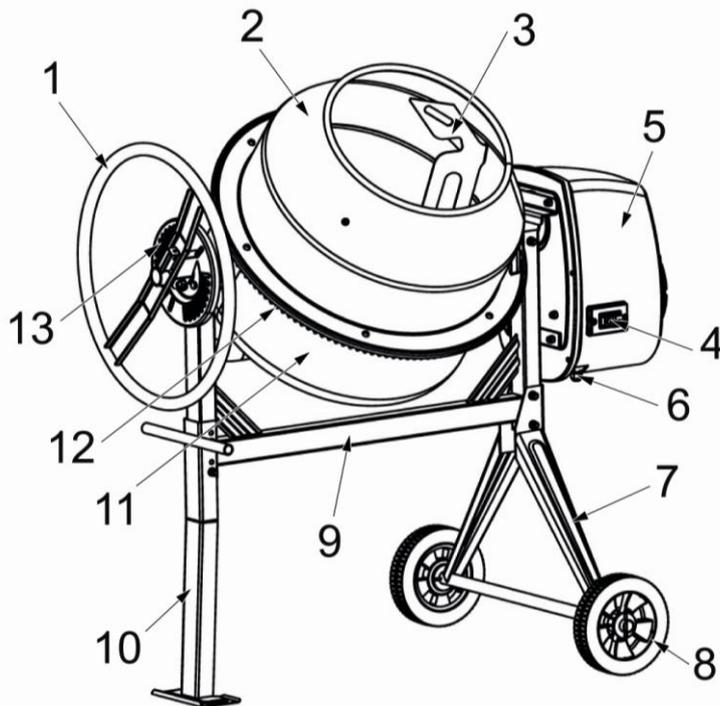
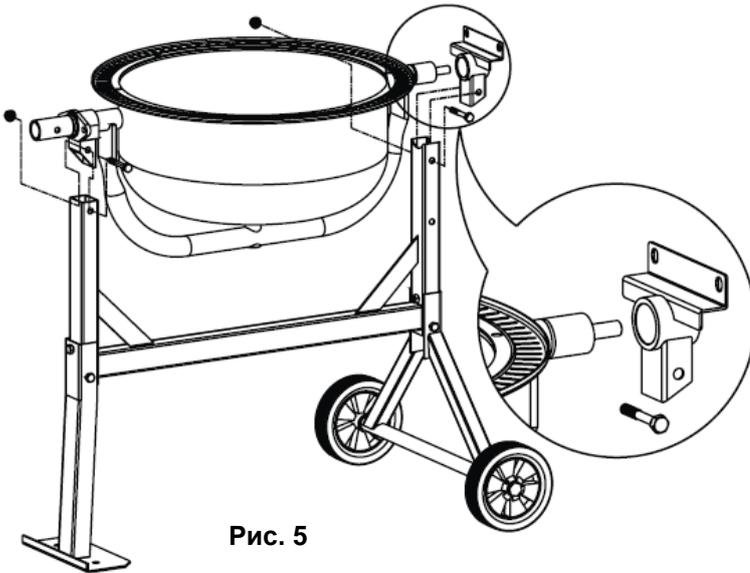

Рис. 1
Рис. 5
- Наденьте на оси колесной стойки (7)(См. Рис.1; 2) по колесу с каждой стороны. Зафиксируйте их с помощью стопоров – шплинтов.
- К несущей балке (9)(См. Рис.1) присоедините дополнительную опору. Зафиксируйте ее положение винтами (M8x70 и M8x55). Крепко затяните винты (См. Рис.3).
- Соедините раму с колесной стойкой (7)(См. Рис.1; 4). Зафиксируйте ее положение винтами (M8x70 и M8x55). Крепко затяните винты.
- Установите опорную дугу вращения барабана на балку рамы. Зафиксируйте ее положение винтами M8x65 (См. Рис.5).
- Осторожно поместите нижний барабан (11)(См. Рис.1) на стойку, так чтобы подшипники попали в соответствующие пазы (См. Рис.5).
- Поместив верхний барабан (2)(См. Рис.1; 7) на обод нижнего барабана (11)(См. Рис.1; 7), убедитесь в совпадении пазов и стрелок, а так же и свободном вращении лопастей внутри барабана.
- Установите диск-фиксатор (12)(См. Рис.1) на место крепления.
- Прикрепите рукоятку контроля угла наклона барабана (1)(См. Рис.1; 9). Зафиксируйте ее положение винтами.
- Трансмиссия с электродвигателем закрыта защитным кожухом (5)(См. Рис.1; 10).
- Перед началом эксплуатации нового бетоносмесителя, или бетоносмесителя после продолжительного хранения, удостоверьтесь в правильном натяжении приводного ремня. Откройте крышку электродвигателя, открутив 6-ть винтов крепления кожуха (5)(См. Рис.1). Приводной ремень должен быть надет на шкив, прогиб ремня при нажатии на него пальцем в средней части должен быть в районе 0,5-1 см.
1. Подключите сетевой шнур (6)(См. Рис.1) бетоносмесителя к сети питания ~220 В / 50 Гц.
2. Нажмите на зеленую кнопку включения (4)(См. Рис.1), расположенную сбоку на защитном кожухе электродвигателя.
3. Для отключения – нажмите на красную кнопку (4)(См. Рис.1).